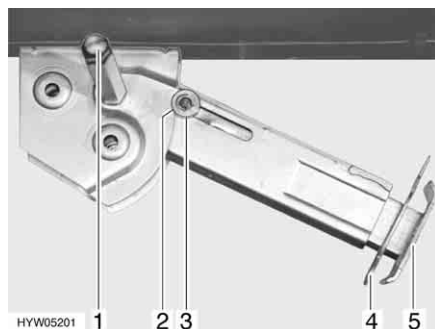

Fig. 23 Piedino di stazionamento
- Inserire la chiave a tubo nell'esagonale (Fig. 23,1) e ruotare fino a quando il piedino di stazionamento non si trova in posizione verticale verso il basso.
- Estrarre la copiglia (Fig. 23,4) dal prolungamento dell'estremità del piedino (Fig. 23,5).
- Inserire la chiave a tubo nell'esagonale (Fig. 23,1) e ruotare fino a quando il piedino di stazionamento non si stacca dal terreno.
- Spingere completamente all'interno il prolungamento dell'estremità del piedino (Fig. 23,5) e inserire la copiglia (Fig. 23,4) nel foro apposito.
- Ruotare la chiave a tubo nell'esagonale (Fig. 23,1), fino a quando il piedino di stazionamento non è sollevato verso l'alto e la guida (Fig. 23,3) è rientrata totalmente nell'intaglio (Fig. 23,2).